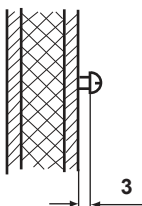

Рис. 10
2. Вкрутите один из шурупов в верхнее среднее крепежное отверстие (Рис.9). На этот шуруп навешивается контроллер. Поэтому шуруп должен выступать приблизительно на 3 мм (Рис. 10).